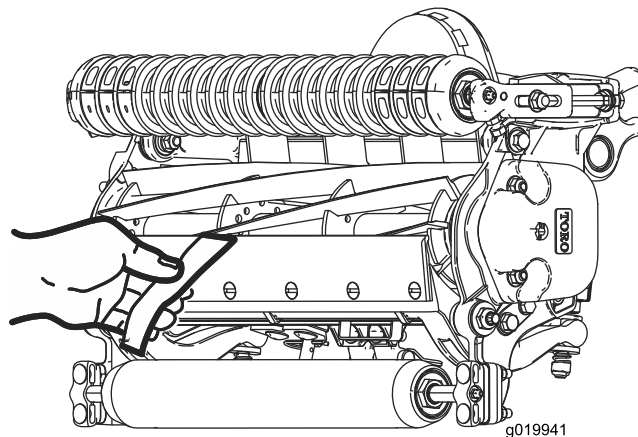

Figure 19
10. Contrôlez la performance de coupe en insérant une longue bande de papier de performance de coupe (réf. Toro 125-5610) entre le cylindre et la contre-lame, perpendiculairement à la contre-lame (Figure 19). Faites tourner **lentement** le cylindre en avant ; il devrait couper le papier.